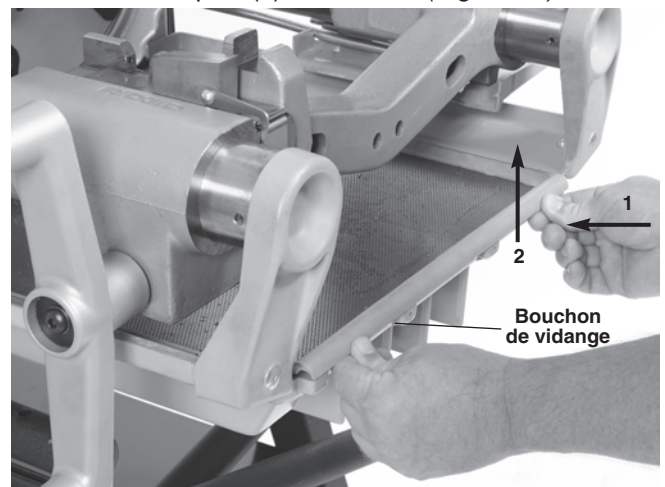

Figure 29 – Retrait du tiroir à copeaux
Pour retirer le tiroir à copeaux, (1) poussez-le vers le mandrin avant, puis (2) soulevez-le (*Figure 29*).